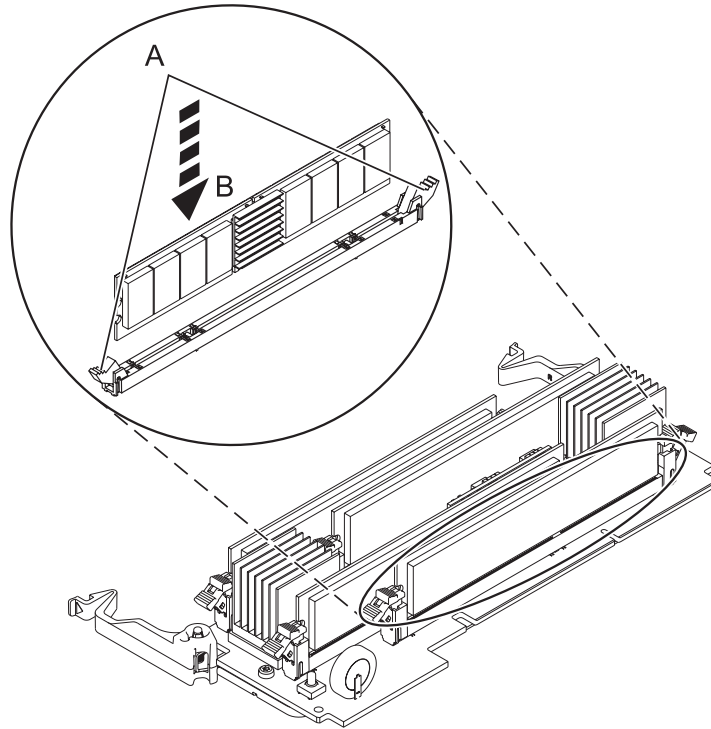

Figura 11. Substitució d'un mòdul de memòria
12. Assegureu-vos que les pestanyes de bloqueig **(A)** del connector s'han tret fins a la posició d'obert, tal com s'indica a la Figura 11 a la pàgina 23, abans d'instal·lar un nou mòdul de memòria.